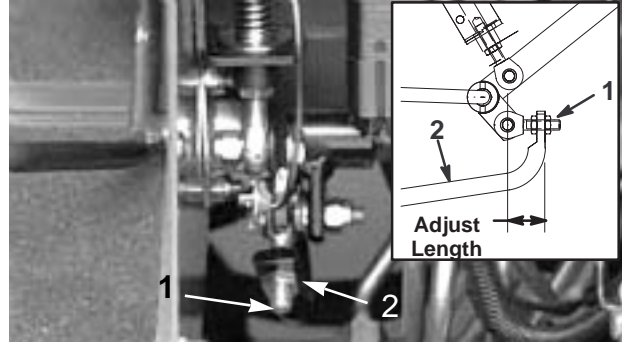

図 49
4. 前への動きを止めたい場合は、ポンプ・ロッドの調整ナットを回してポンプ・コントロール・チューブ(図49)を前へ動かす。後への動きを止めたい場合は、後へ動かす。